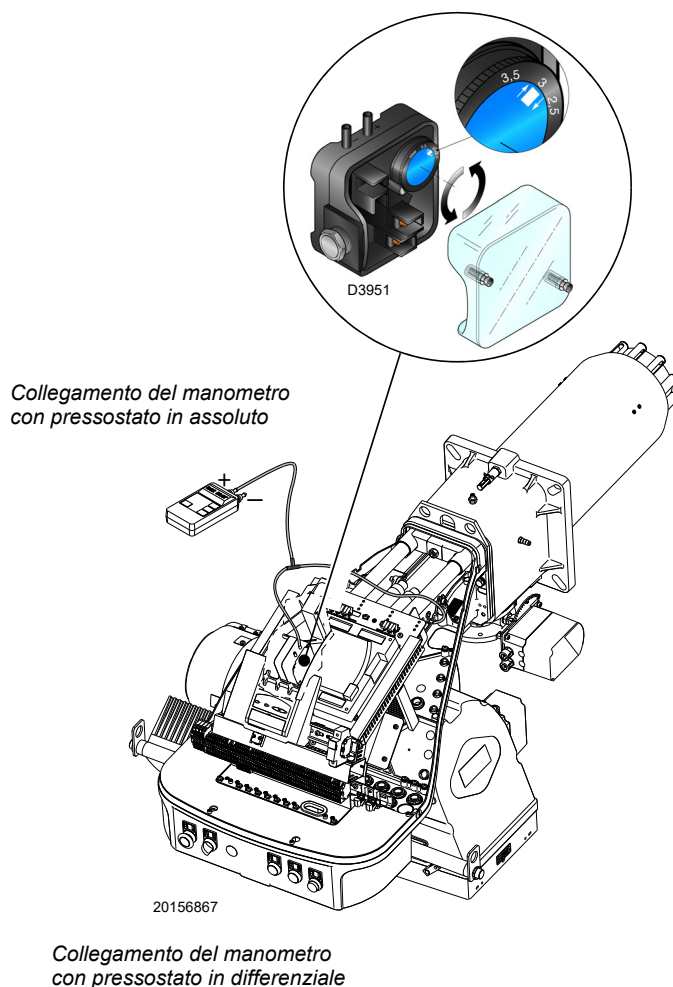

Fig. 28
- Regolare il pressostato aria (Fig. 28 a pag. 31) ad inizio scala.
Eseguire la regolazione del pressostato aria (Fig. 28) dopo aver effettuato tutte le altre regolazioni del bruciatore con il pressostato aria regolato a inizio scala.
Il collegamento del manometro è riportato in Fig. 28. La configurazione standard è quella del pressostato aria collegato in assoluto. Si noti la presenza di un collegamento a "T" non fornito.
In questo caso anche il manometro deve essere collegato in differenziale, come indicato in Fig. 28.